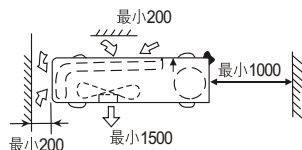

图4 机器户外部分所需空间
(1) 安装场所必须满足如下要求:
- 确定机器四周留有充分空间,并尽可能地远离障碍物,以便操作和维修,见图4。